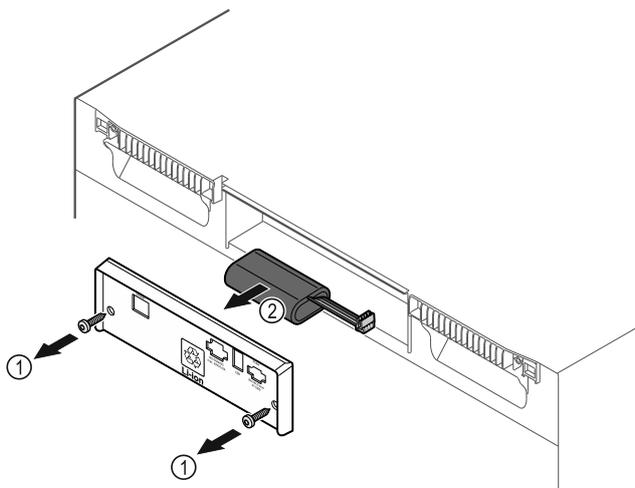

Fig. 153
- ▶ Svitare le viti e rimuovere il coperchio sul retro dell'apparecchiatura Fig. 153 (1).
- ▶ Scollegare e rimuovere la batteria Fig. 153 (2).